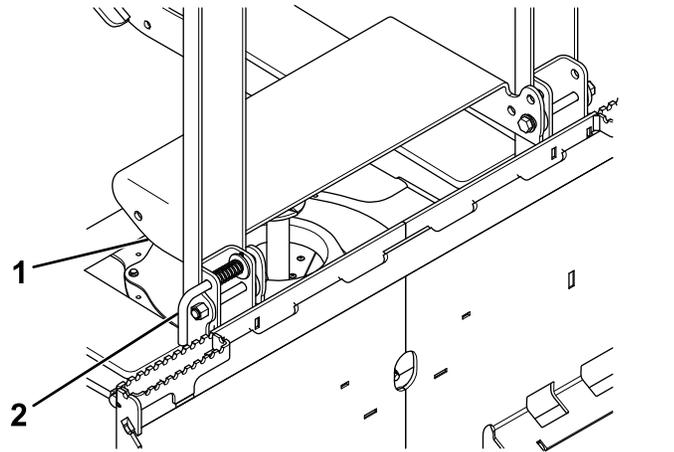

Bild 14
2. Ziehen Sie am Griff des Federstifts am Streuerahmen und heben Sie den Anschlag der Streuerbox an (**Bild 14**).